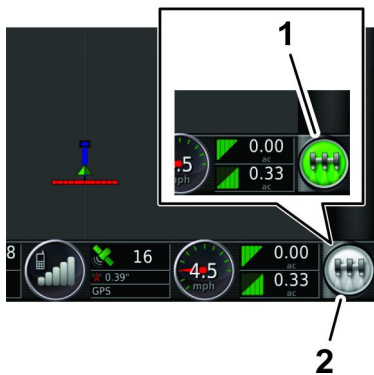

Figura 204
- En la consola de control GeoLink, pulse el icono INTERRUPTOR MAESTRO (Figura 204) a ACTIVADO (verde).